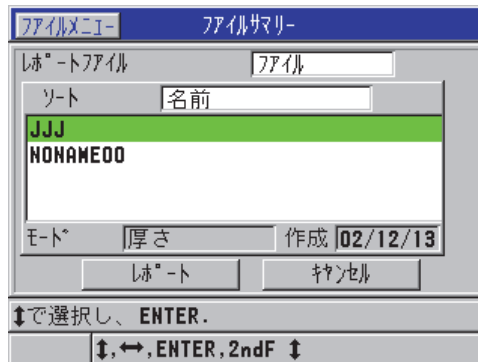

図 6-39 ファイルサマリーレポート画面
3. ファイルサマリー画面で、以下の操作を行います（124 ページの図 6-39 を参照）。